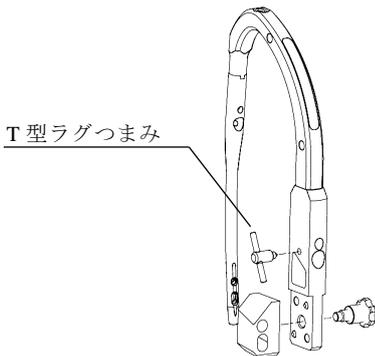

図1
- 1) T型ラグつまみをロング用ターゲットデバイスに取り付け、奥まで締め込みます。ディスタルガイドを本体へ確実に装着し、つまみを締め付けて固定します。（図1）